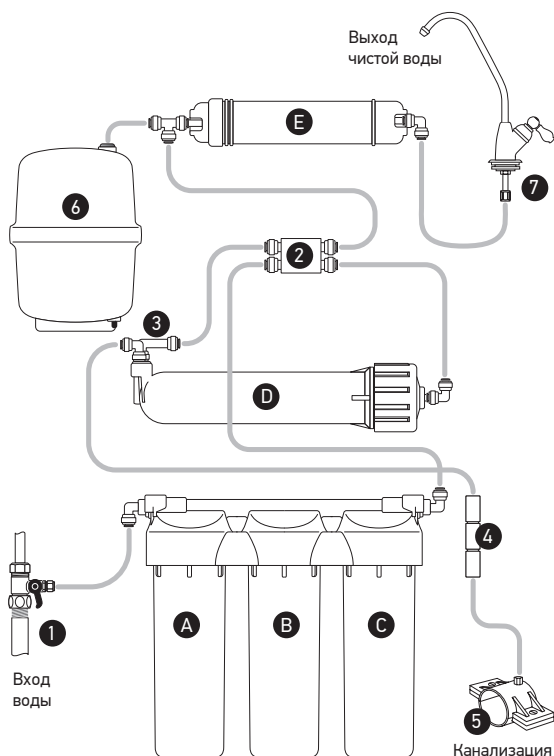

Рис.2. Принципиальная схема подключения фильтра Start Osmos.
На первой ступени (А) предварительной очистки картридж из полипропилена задерживает механические примеси и прочие частицы размером крупнее 5 микрон (Рис. 2).
Соединить трубкой выходной фитинг третьей ступени (С) с свободным фитингом управляющего клапана (2) согласно схеме на Рис.2.
■ Просверлить отверстие в сливной трубе мойки (в сифоне выше уровня канализационного водяного затвора) и подсоединить к трубе дренажную муфту (5).
■ Собрать с помощью входящей в комплект поставки пластиновой трубки (шланга) систему «магистраль → система обратного осмоса → кран» в соответствии со схемой подключения на Рис.2.